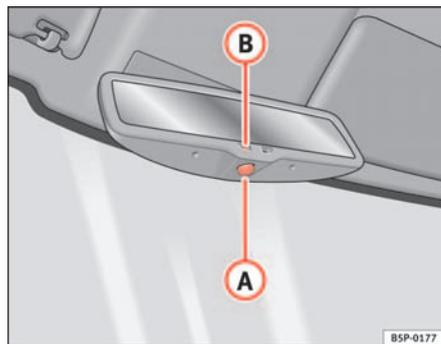

Fig. 90 Specchio retrovisore interno fotocromatico.
- Premere il tasto **A** ⇒ fig. 90. La spia **B** si spegne.
- Premere il tasto **A** ⇒ fig. 90. La spia si accende.